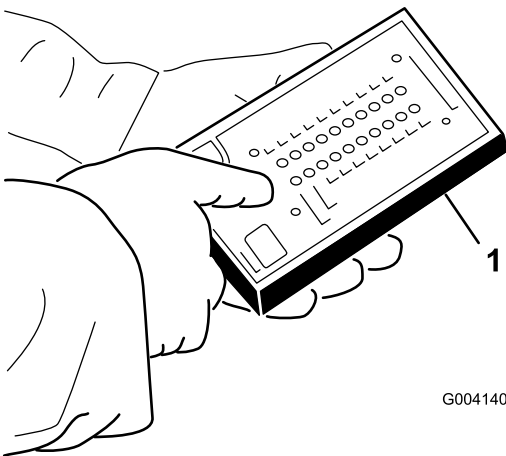

Bild 28
5. Schließen Sie den Stecker der ACE-Diagnostikanzeige an den Rückführungsstecker des Kabelbaums an (Bild 28).